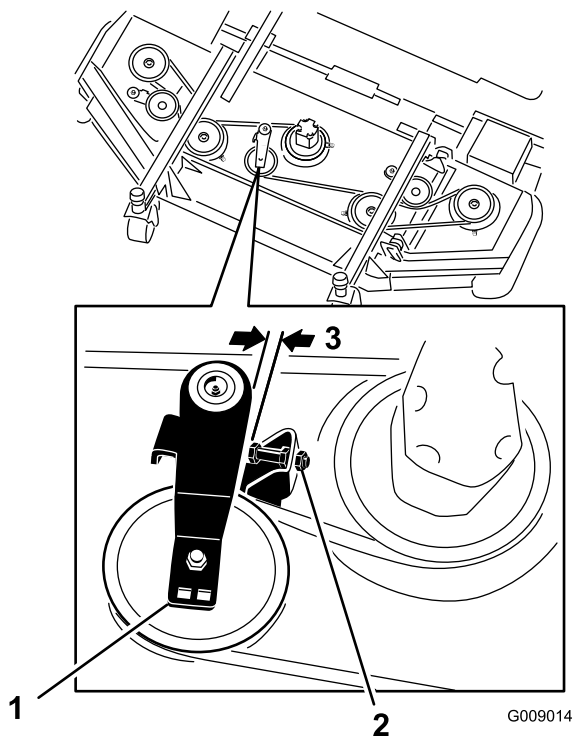

Figure 80
2. Sur le plateau avant, desserrez les écrous de blocage sur la vis d'arrêt de la poulie de tension et vissez la vis d'arrêt dans le support (Figure 80).
3. À l'aide d'une clé à cliquet ou d'un outil similaire, éloignez la poulie de tension (Figure 80) de la courroie d'entraînement pour détendre cette dernière et pouvoir la déchausser des poulies.